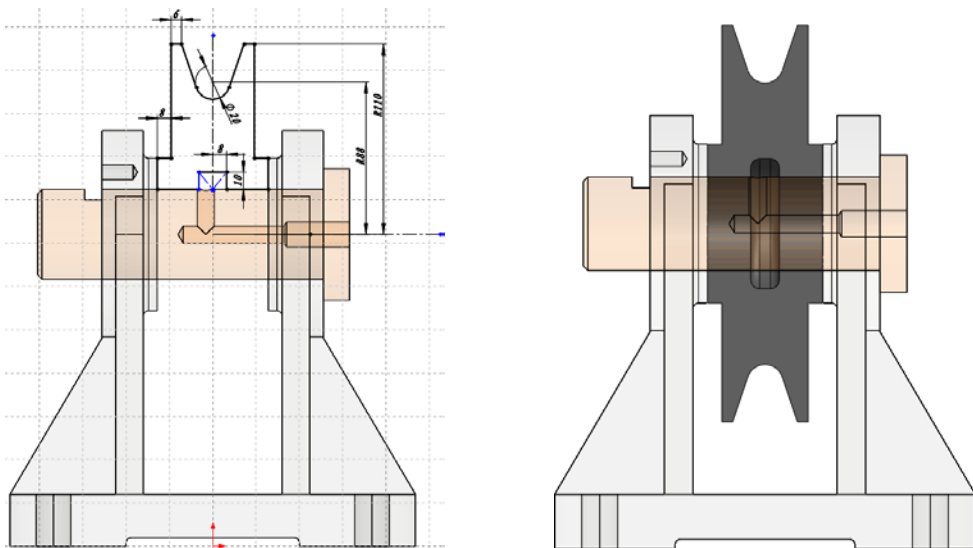

图 2-23 创建新的关联零件并进行旋转
STEP 4 再次选择“插入”>“零部件”>“新零件”菜单命令，并选择步骤 1 创建的基准面绘制草图；再执行旋转凸台/基体操作，创建实体，并在实体内部执行 5mm 的圆角操作，创建滑轮，如图 2-23 所示。